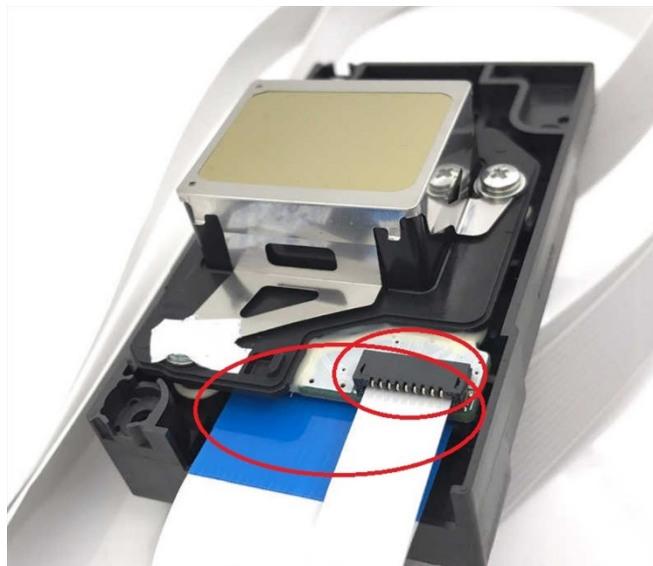

Рисунок 2.26 – Кабель для друкуючої головки
2) Петля друкуючої головки (див. рис. 2.26). Це стосується кабелю, що з'єднує друкуючу головку з материнською платою. Важливо оглянути його на наявність будь-яких ознак забруднення або деформації контактів; якщо виявлено будь-які проблеми, його необхідно замінити. Перед встановленням контакти кабелю слід ретельно протерти та висушити.